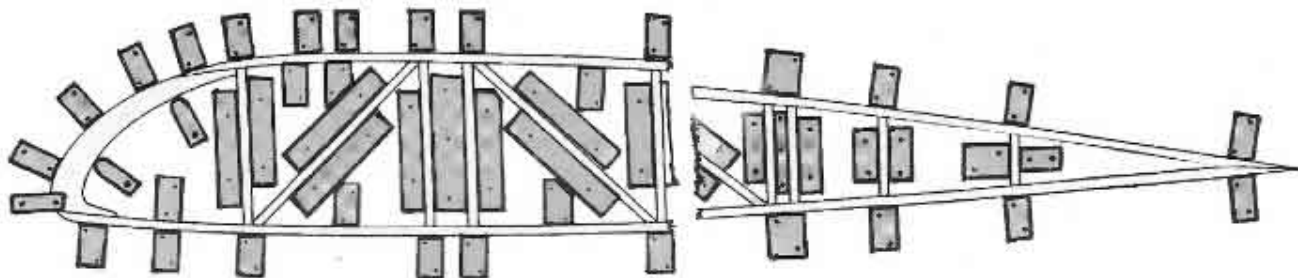

Fig.37 Ejemplo de molde clásico para construir costillas
Tenga preparados muchos taquitos de madera (unos 40 a 70, de acuerdo al tamaño y tipo de perfil) de aproximadamente 5 x 1 o 6 x 2 cm, los que conformarán el molde y que servirán de guía para construir las costillas. Comience clavando o atornillando los taquitos del lado exterior de la costilla, que son los delimitantes del perfil, bien "arrimados" a la línea del dibujo. Luego cortamos las dos varillas que harán de extradós e intradós y tomando una de ellas, la vamos colocando apretadamente contra los bloqueitos ya puestos, clavando los del lado interior en lugares estratégicos, con el objetivo que la varilla vaya copiando las curvas del perfil o sólo para guiar las partes rectas y para mantenerlas firmes en su lugar, tal como muestra la Fig. 37.
4) El hueco para el larguero: Debemos cortar un taquito (o dos, si el ala es bilarguera) con el ancho exacto del larguero, para dar cabida a éste en forma correcta (observar Fig. 37). Proseguimos clavando o atornillando primero el o los taquitos que «rellenan» el hueco del o los largueros y luego, usando como guía un trocito de varilla de las costillas, vamos poniendo los taquitos para guiar los travesaños adyacentes al larguero principal, siguiendo ahora con las diagonales y verticales hacia su derecha e izquierda. Por último, ponemos el correspondiente al del borde de ataque, si éste necesitara alguno especial.
En otras oportunidades la «nariz» del borde de ataque está compuesta por una terciada con su forma exacta (observar Fig. 37), en la cual la varilla del extradós forma una curva suave. En ambos casos hay que tener previamente cortadas las piezas de terciada del borde de ataque, antes de comenzar a armar las costillas.